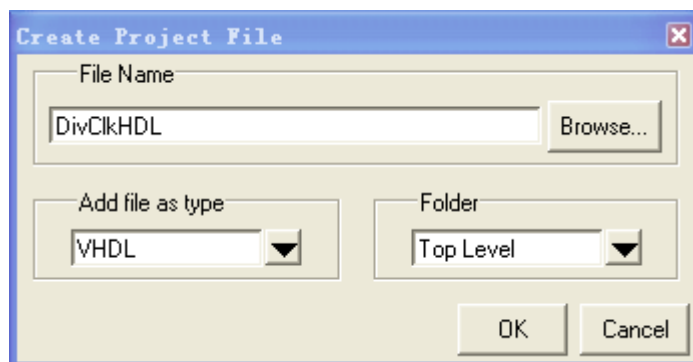

图 8-3-5 为工程添加新文件
- 5、 出现界面如图 8-3-5 所示，我们在 File Name 中输入 DivClkHDL 作为文件的名称，Add file as type 为输入文件的类型为 VHDL、Verilog、TCL 或 text，这里我们使用默认设置 VHDL，Folder 为新建的文件所在的路径，Top Level 为在我们刚才所设定的工程路径下。点击 OK；并在 Add items to the Project 窗口点击 Close 关闭该窗口；